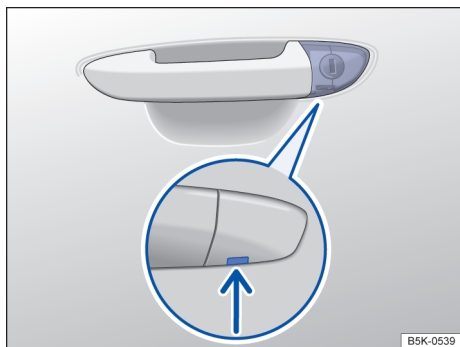

Fig. 58 Maçaneta da porta do condutor: cilindro da fechadura coberto.
- Inserir a haste da chave por baixo na abertura da capa de cobertura → **Fig. 58** (seta).